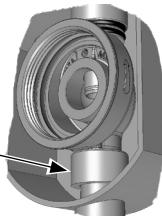

Bild 4
- Gehäuse parallel ausrichten und den Überwurf fest anziehen (Bild 4).